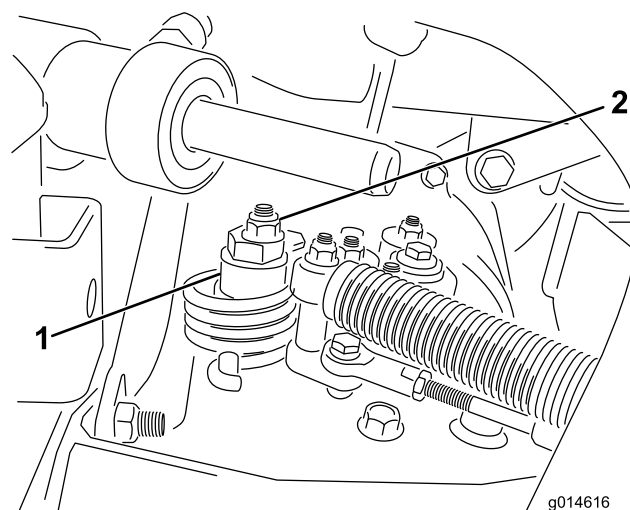

Figura 3
- A. Allentate il dado che fissa l'eccentrico alla parte superiore dell'idrostat (Figura 3).
- D. Fate girare l'eccentrico finché non riscontrate movimenti in alcuna direzione. Quando la ruota cessa di girare, serrate il dado di bloccaggio dell'eccentrico per mantenere la messa a punto (Figura 3).